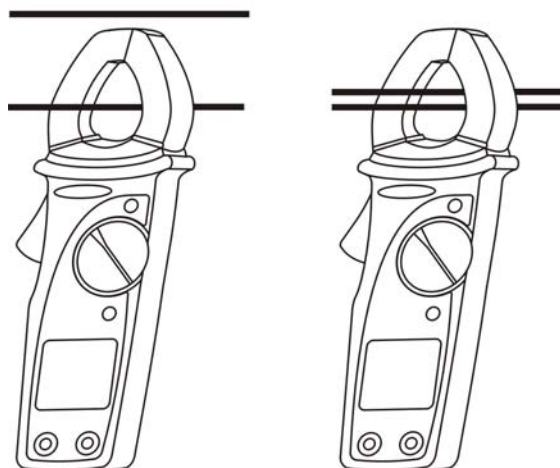

Fig. 6: Utilizzo della pinza per misure di corrente AC
2. Aprire il toroide ed inserire il cavo al centro (rif. paragrafo 4.1.2) del medesimo, considerando la modalità di inserzione riportata in Fig. 6.